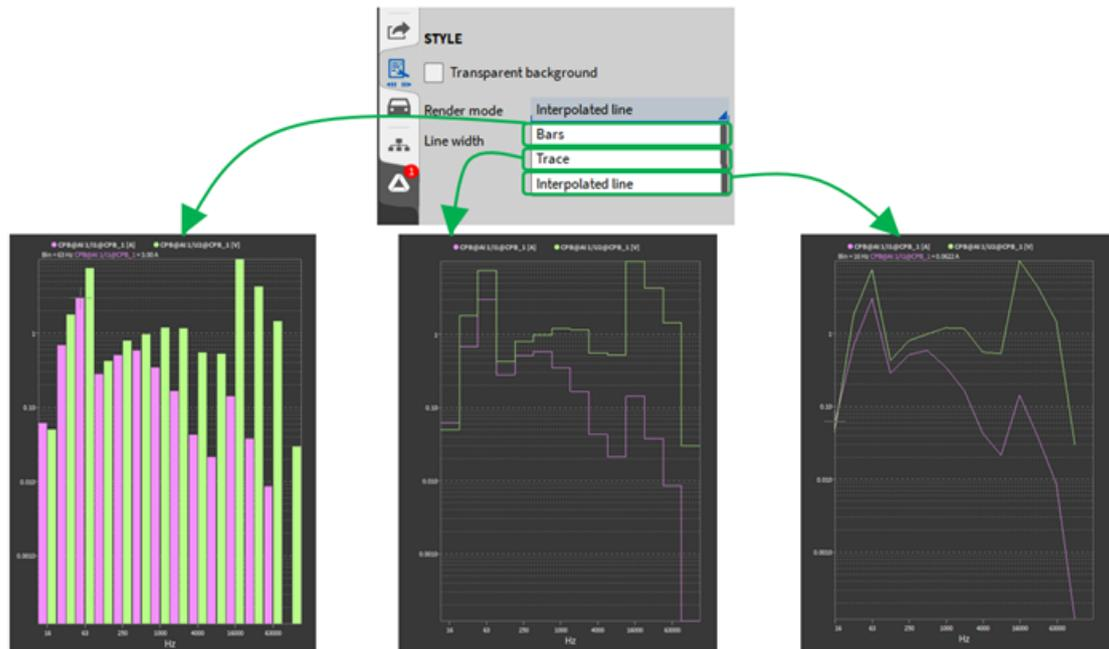

Abb. 8.109: Array chart instrument - Balken, Linien und interpolierte Linie
- Stil: Es kann ein transparenter oder nicht transparenter Hintergrund gewählt werden. Beim Anzeigemodus kann zwischen Balken oder Linien gewählt werden (siehe Abb. 8.109).